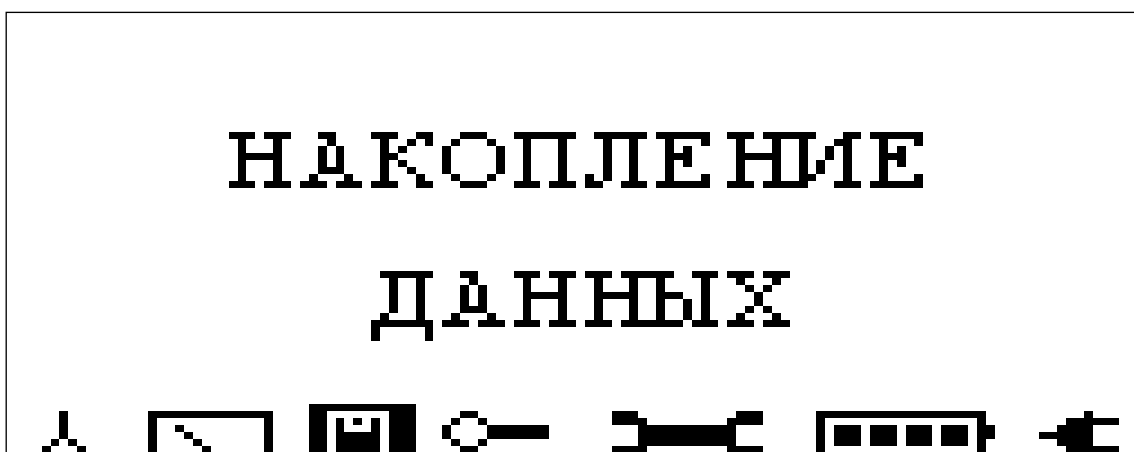

Рис. 12. Видеограмма накопления данных
- 1) Выберите кнопкой "РЕЖИМ" режим «Накопление данных» (см. рис. 12)